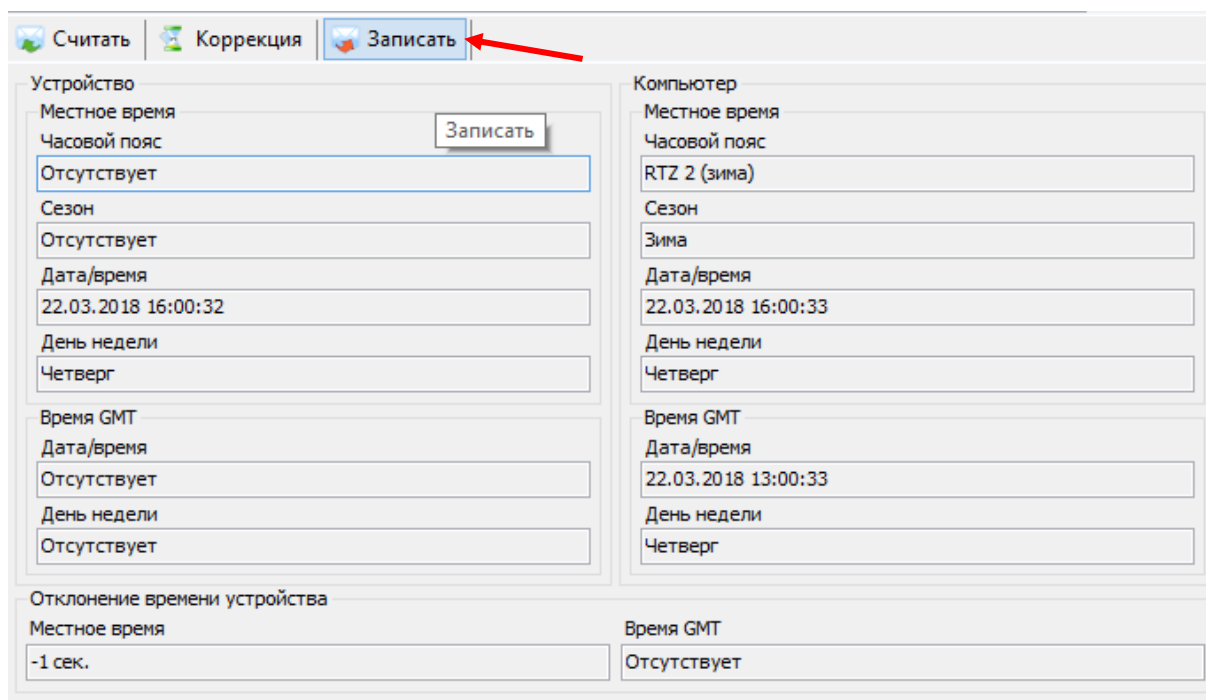

Рисунок 89 – Запись времени в счетчик
6.9.3 В ТПО AdminTools записать текущую дату и время¹⁹ (по часам ПК) можно во вкладке «Дата/время», нажатием на кнопку «Записать» (см. рисунок 89).